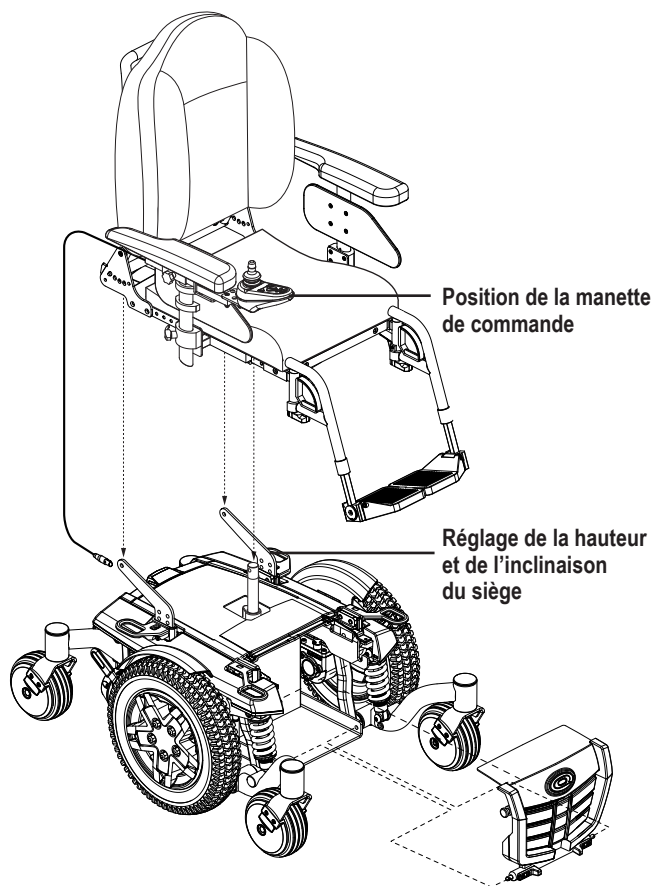

Figure 3. Vue de l'assemblage du fauteuil Q4
Il se peut que vous ayez à faire un assemblage partiel de votre fauteuil avant la première utilisation ou après l'avoir transporté. Il se peut que vous ayez à le démonter partiellement pour faire des réglages confort. **Figure 3** montre les composantes du fauteuil motorisé qui sont conçues pour être soit assemblées ou démontées par son utilisateur ou une personne qualifiée.
3. Installez le contrôleur et passez le câble vers l'arrière de la base motorisée. **Voir la figure 3.**
4. Branchez le connecteur du contrôleur dans la base motorisée. **Voir la figure 3.**